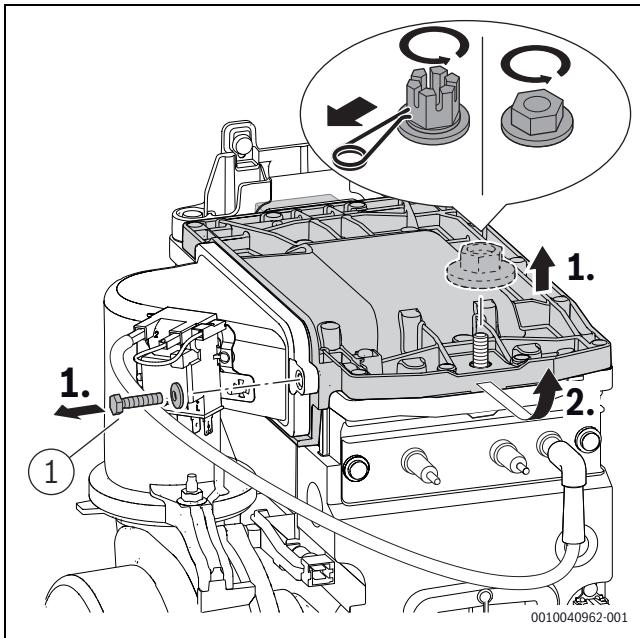

Bild 66 Brennerdeckel ausbauen
- Schraube ([1], Bild 66) am Brennerdeckel mit 5,5+0,5 Nm festziehen.